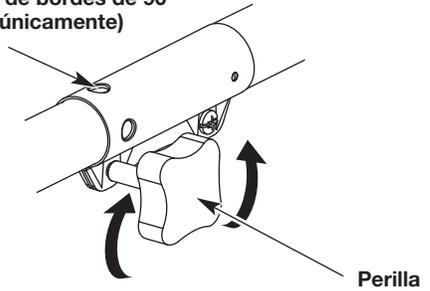
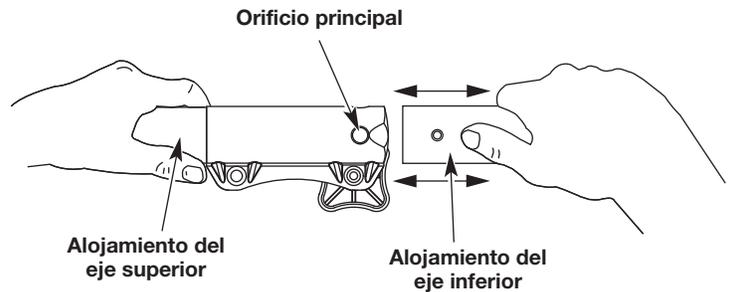

Fig. 1
Fig. 3
1. Gire la perilla en el sentido contrario a las agujas del reloj para aflojarla (Fig. 1).
2. Mientras sujeta con firmeza el accesorio, empújelo en línea recta dentro del acoplador hasta que el botón de liberación entre a presión y quede firme dentro del orificio principal (Fig. 3).
3. Gire la perilla en el sentido de las agujas del reloj para ajustar (Fig. 1).
<p>PRECAUCIÓN: Antes de utilizar esta unidad, asegúrese de que el botón de liberación entre a presión completamente dentro del orificio principal (Fig. 3) y que la perilla (Fig. 1) quede bien ajustada.</p>
Para un reborde decorativo con un accesorio de recorte, trabe el botón de liberación en el orificio de recorte de bordes de 90° (Fig. 1).
3. Mientras sujeta firmemente el alojamiento del eje superior, tire del accesorio de manera recta para sacarlo del acoplador (Fig. 3).